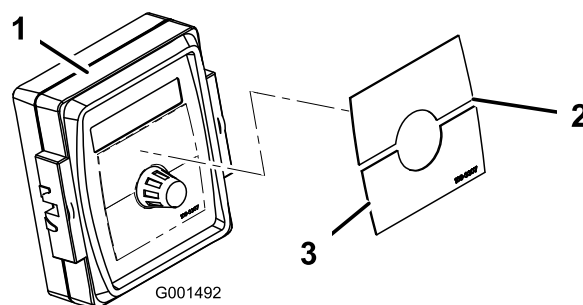

Figura 4
1. Applicate l'adesivo Spray Pro sul monitor (Figura 4).